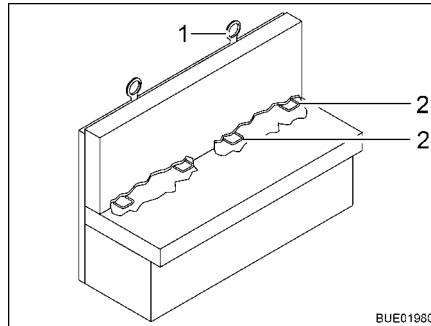

Bild 25 Isofix-barnsäkring
Om fordonet är utrustat med Isofix-barnsäkring, är sätena som är lämpade för den märkta med en Isofix-symbol. Dessa säten har ett handtag (Bild 25,2) och en annan förankringspunkt uppe på ryggstödet (Top Tether) (Bild 25,1). Använd för Isofix lämpade bilbarnskydd. Bilbarnskydden har låsarmar som hakas in i sätets handtag.
- Om det är möjligt skall barnstolen också fästas vid Top Tether (Bild 25,1).